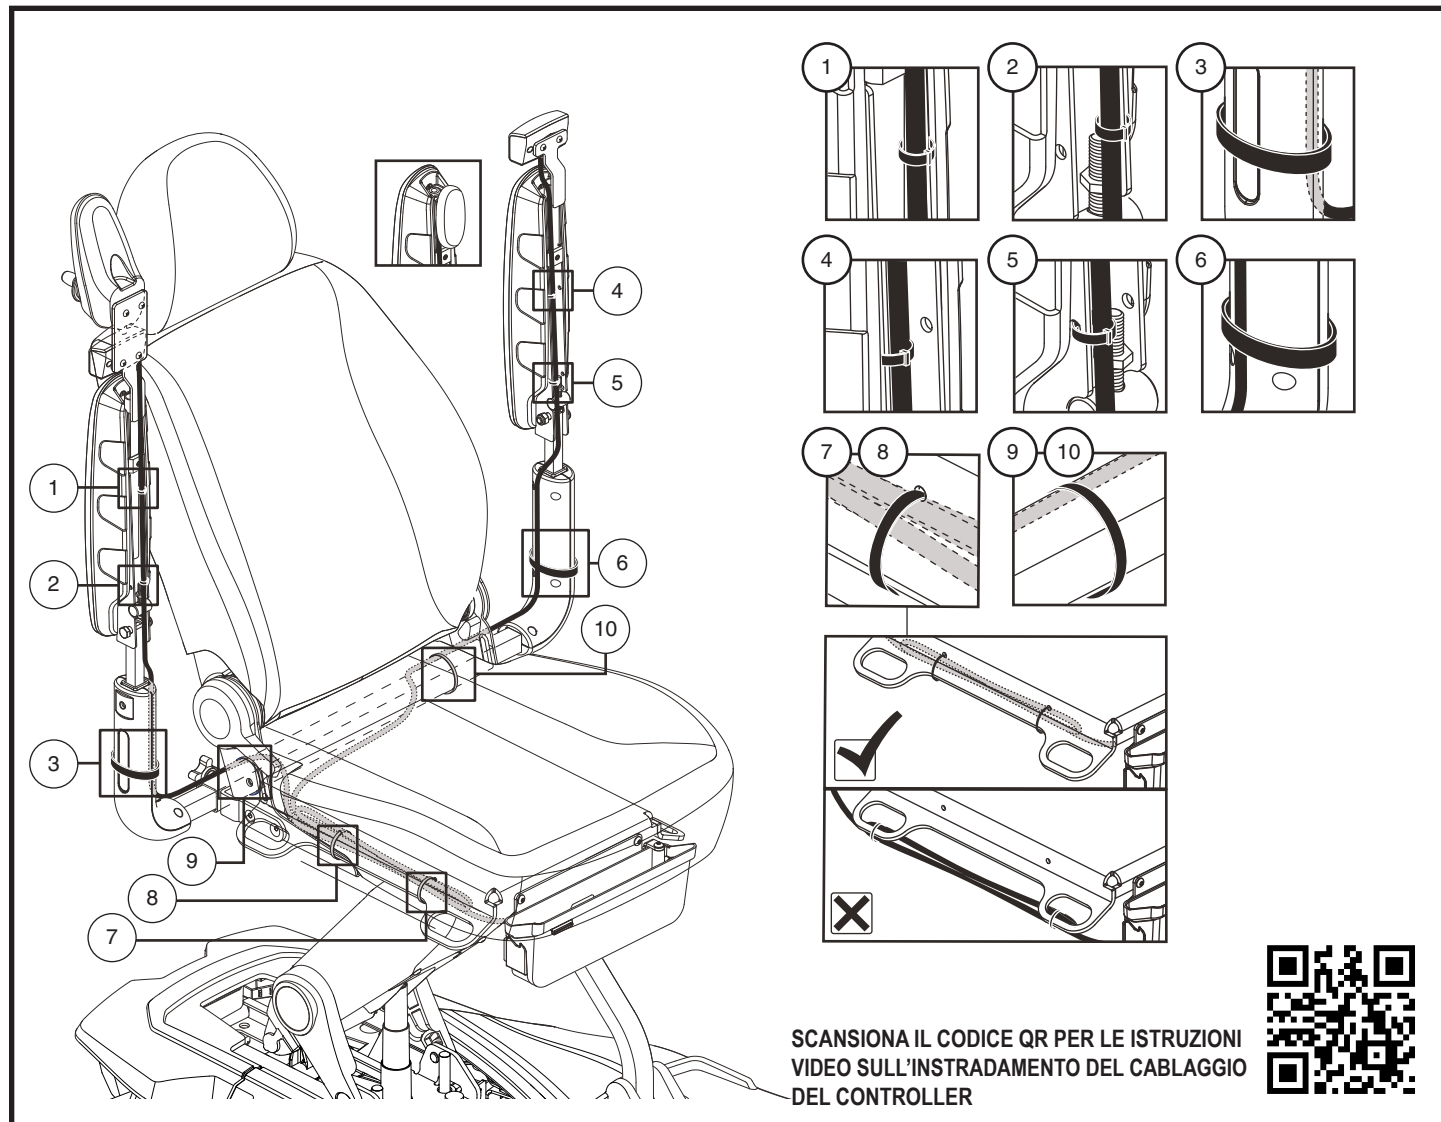

Figura 11. Passaggio cavi joystick
17. Fissare i cavi sul bracciolo con i fermacavi in dotazione, come mostrato in **figura 11.**
19. Fissare i cavi lungo il bracciolo e la piastra del sedile con i fermacavi in dotazione, come mostrato in **figura 11.**
AVVERTENZA! Assicurarsi che tutti i cavi siano correttamente passati come mostrato nella figura 11. Un passaggio scorretto dei cavi può provocare danni all'interruttore delle luci, al cavo joystick o agli altri componenti elettrici.
1. Per le posizioni da 1 a 10, stringere le fascette in posizione secondo il percorso corretto del cablaggio mostrato nella figura 11.
NOTA: per istruzioni video sull'instradamento del cablaggio del controller, visitare <https://youtu.be/KHdTQK9KXn0> o eseguire la scansione del codice QR mostrato nella figura 11 con il dispositivo smartphone.